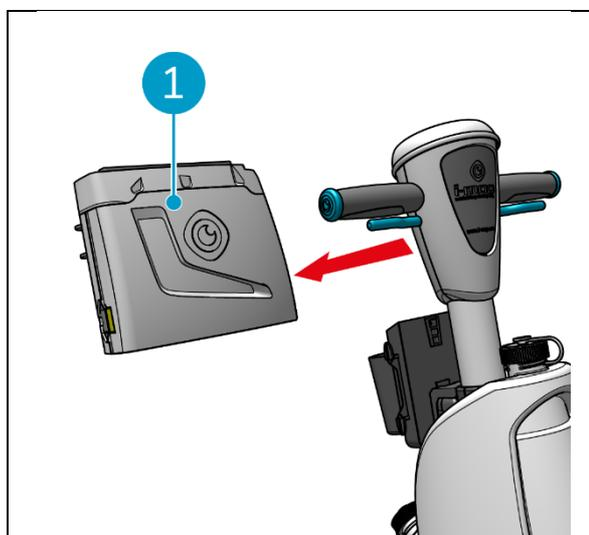

Figura 47
6. Retirar o controlador do punho (Figura 47, pos. 1) da i-mop XL.